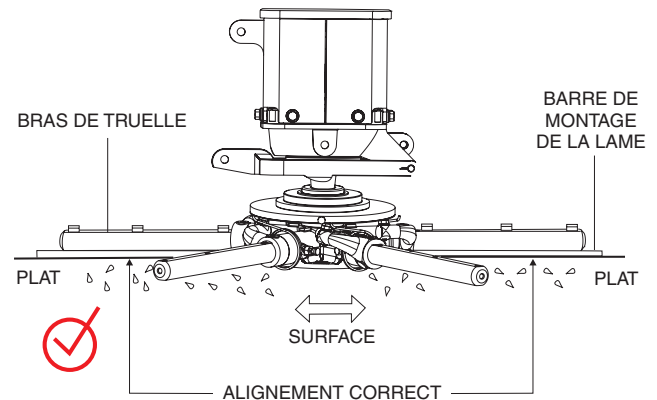

Figure 35. Alignement correct de la plaque de tripode
5. La figure 35 montre le bon alignement d'une plaque de tripode (comme à la sortie de l'usine).